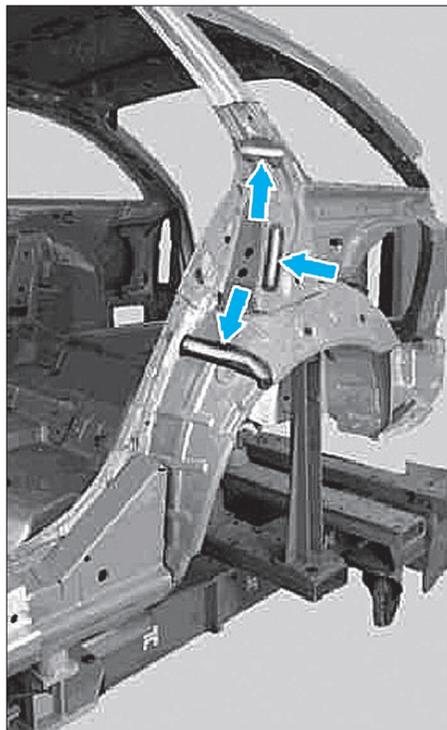

FIG. 101
- Appliquer du produit d'étanchéité résistant (de type colle à pare brise) sur les mousses zones fléchées (Fig.101).